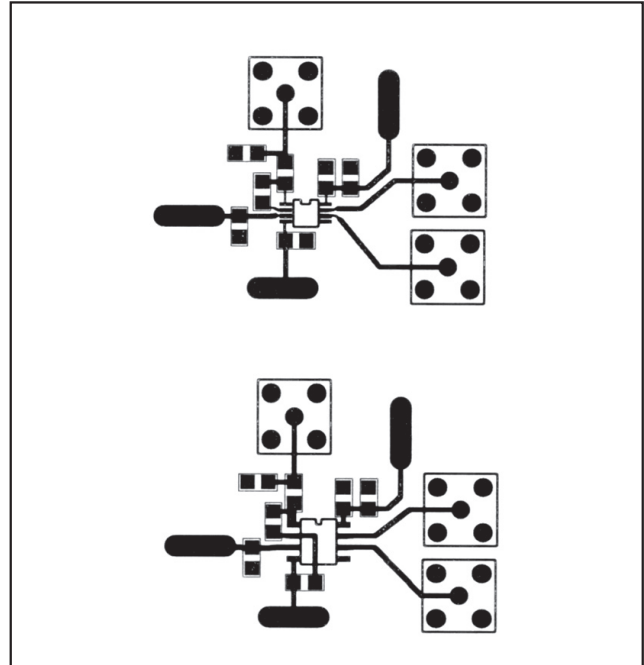

図5. MAX961のPCBレイアウト
- 5) 推奨される回路レイアウトについては、図5を参照してください。